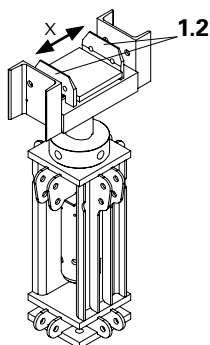

Fig. 12
2. Estrarre le piastre distanziatrici (1.6) e regolare le ganasce di centratura (1.2) spostandole sulla larghezza x della forcella con foro laterale (3). (Fig. 12)
3. Riempire lo spazio vuoto tra le ganasce di centratura (1.2) e la forcella con foro laterale utilizzando la stessa quantità di piastre distanziatrici. (Fig. 12)